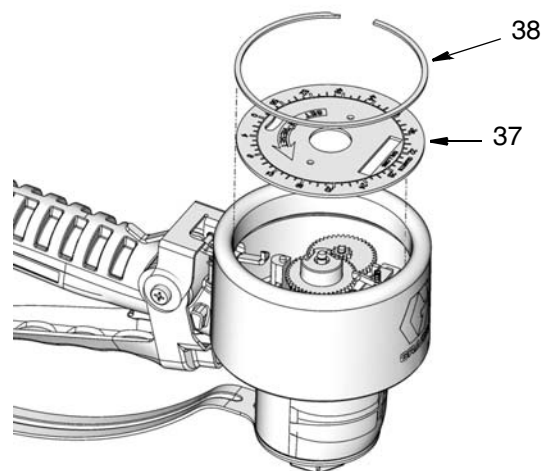

FIG. 28
- Déposez la grande bague d'attache (38), puis le cadran (37) (FIG. 28).